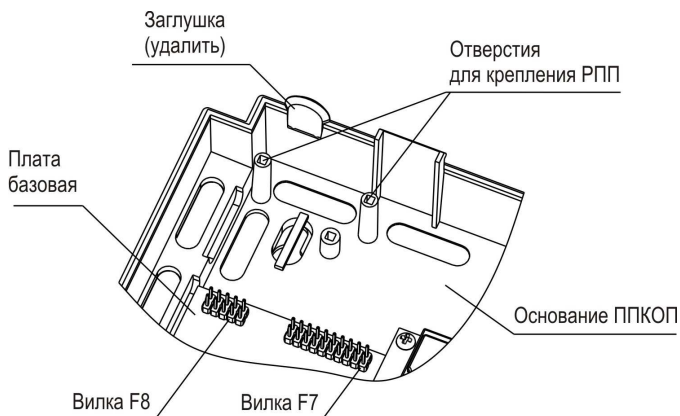
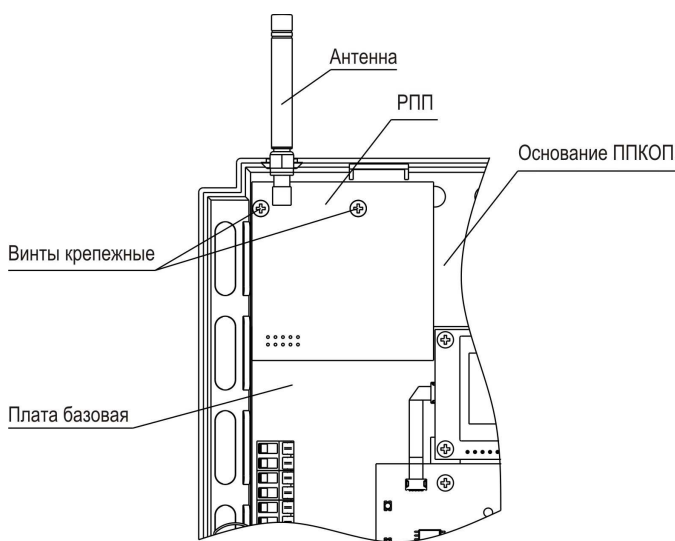

Рисунок 3
Рисунок 4
3) удалить заглушку отверстия под антенну на основании ППКОП (рисунок 3)
4) установить РПП, совместив вилки **F7** и **F8** на базовой плате ППКОП (рисунок 3) с розетками на РПП, и закрутив два крепежных винта (рисунок 4).